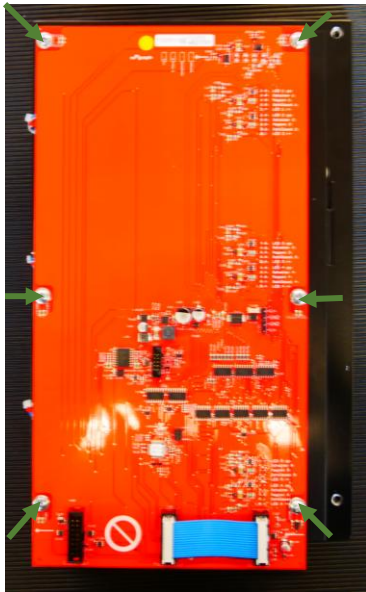
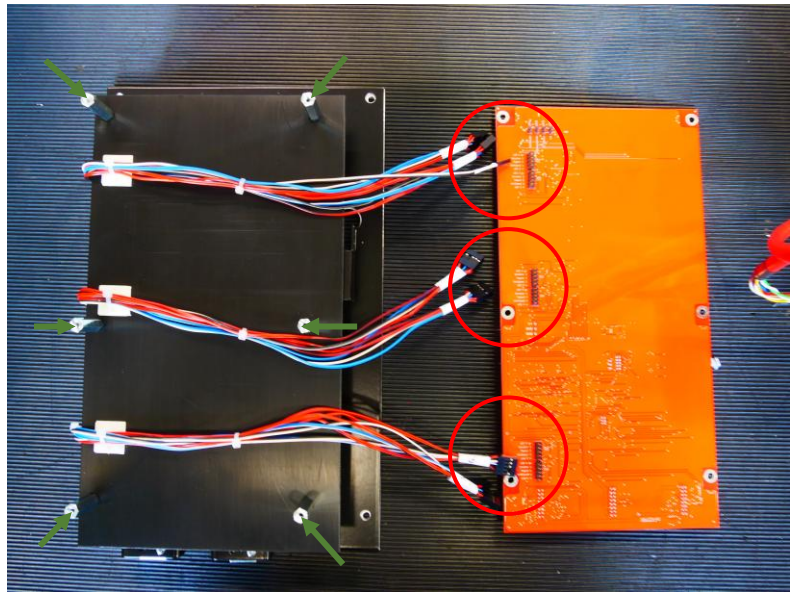

Abbildung 6: FZO Draufsicht
Abbildung 5: Platine entfernt ohne Steckverbindung
3. FZO-Platte vorsichtig mit der Frontseite auf eine saubere, ebene Fläche legen (siehe Abbildung 6)
4. Die Platine an den sechs Sicherheitsschrauben lösen und nach rechts zur Seite legen (siehe Abbildung 5).
5. Die Kabelstränge (dreimal) an den Steckverbindungen der Platine entfernen (siehe rote Kreise Abbildung 5).
6. Die Zwischenplatte an den Distanzbolzen (Abbildung 6 grüne Pfeile, 6-mal) lösen und nach links klappen (siehe Abbildung 5).